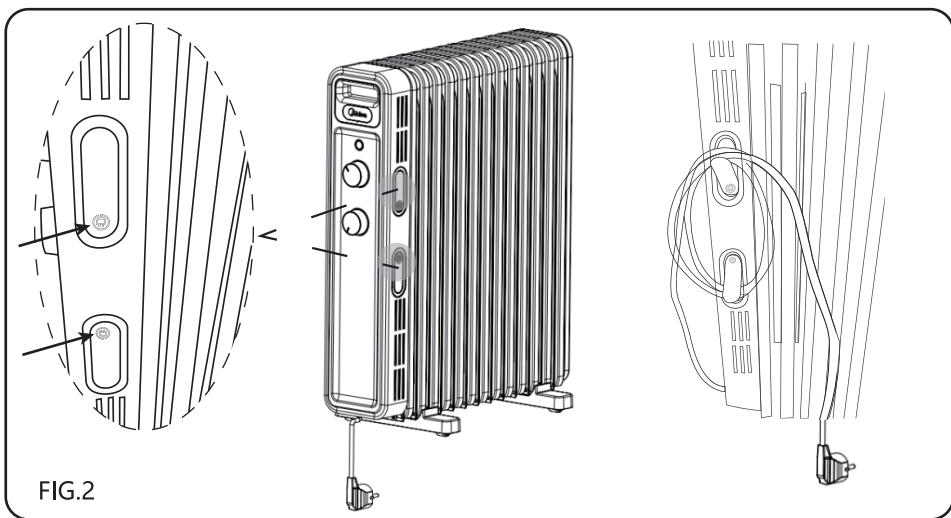

FIG.2
4. Utilice el almacenamiento del cable para enrollar el cable tras cada uso.(FIG.2)